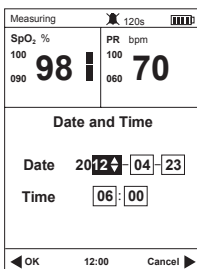

Abb.3.2
2) Drücken Sie die Navigationstaste, um die Option "Datum und Zeit" auszuwählen, und drücken Sie dann die OK-Taste, um den Zeiteinstellungsbildschirm aufzurufen, siehe Abb.3.2.